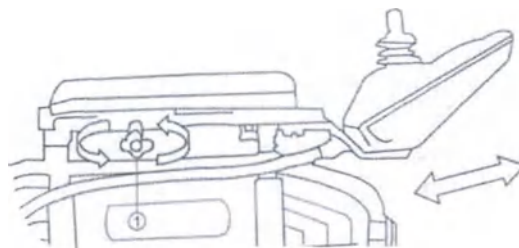

Рис.1.1
5.1.4 Установить пульт управления (рис. 1.1) на консоль в удобное для пользователя положение и закрепить барашком. Консоль имеет возможность регулирования в продольном и поперечном направлениях.